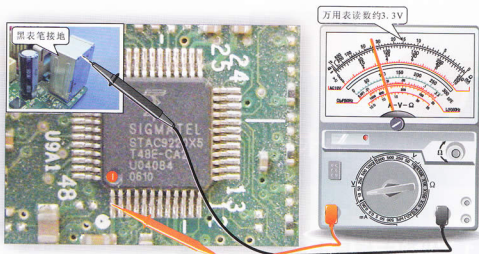

图 6-5 用万用表检测声卡芯片的供电引脚
(1) 由上图可知, STAC9220X5型声卡芯片的①、⑨脚为DVDD-CORE(+3.3V)电源供电端,以及②⑤脚、③⑧脚的AVDD25(+5V)输入电压,在对声卡芯片进行检测时,用万用表检测声卡芯片供电端的电压(以检测①的供电电压为例),将万用表的量程调到直流10V挡,将万用表的黑表笔接地,用红表笔检测时声卡芯片的各供电引脚。常时,应为3.3V,如图6-5所示(图中以检测①脚的电压为例)。